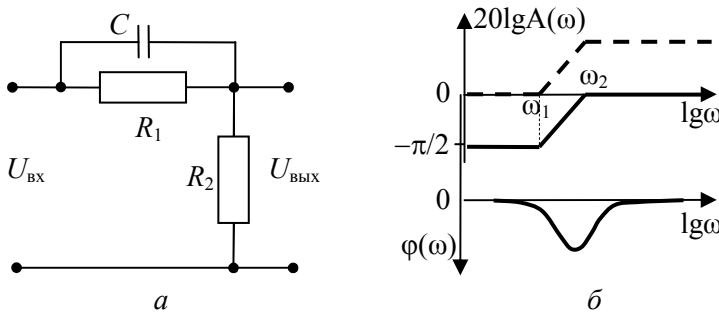

Рис. 6.5.2. Пассивное дифференцирующее звено
Во втором методе применяется пассивное дифференцирующее звено, реализация которого на  $RC$ -элементах приведена на рис. 6.5.2, *a*.
На рис. 6.5.2, *б* показаны ЛФХ и асимптотическая ЛАХ (сплошной линией). Видно, что дифференцирующее звено вносит положительный фазовый сдвиг и ослабляет низкие частоты. Поскольку уменьшение коэффициента передачи на низких частотах недопустимо по соображениям точности, применять  $RC$ -цепочку (рис. 6.5.2, *а*) можно только в совокупности с последо-
вательно включенным безынерционным усилителем, компенсирующим упомянутое ослабление коэффициента передачи (штриховая линия на рис. 6.5.2, б). Демпфирование системы этим методом основано на введении положительного фазового сдвига вблизи частоты среза исходной нескорректированной системы. Так как максимальный положительный фазовый сдвиг происходит на частоте, равной среднеарифметическому сопрягающих частот  $\omega_1$  и  $\omega_2$  (рис. 6.5.2, б), то именно эта частота должна равняться частоте среза исходной системы. Меняя сопрягающие частоты  $\omega_1$  и  $\omega_2$ , можно добиться заданных запасов устойчивости по амплитуде и по фазе.
7. Рассчитать передаточную функцию пассивного дифференцирующего звена (рис. 6.5.2, *a*) и получить выражения для сопрягающих частот  $\omega_1$  и  $\omega_2$  через параметры элементов *RC*-цепочки.
8. Рассчитать необходимые значения сопрягающих частот  $\omega_1$  и  $\omega_2$  (рис. 6.5.2, *б*), исходя из частоты среза, полученной по результатам п.1.